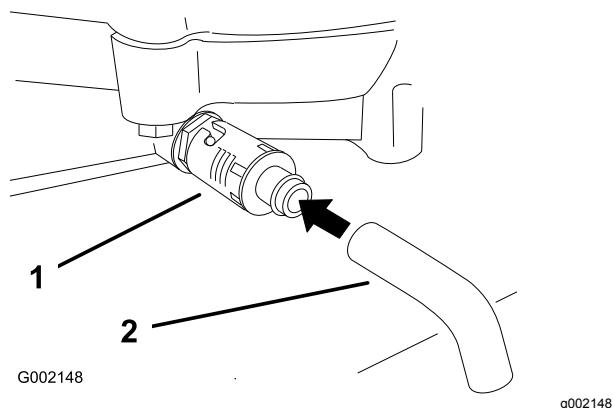

Figura 21
4. Coloque un recipiente debajo del tubo de vaciado. Gire la válvula de vaciado para que se drene el aceite (Figura 21).